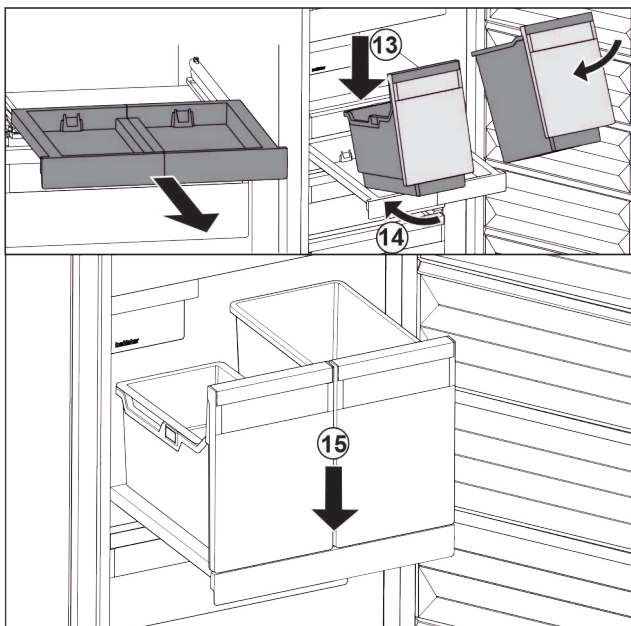

Fig. 24
- Встановити резервуар на витяжну панель навкоси. Fig. 24 (13)
- Насунути резервуар навкоси до зад. Fig. 24 (14)
- Резервуар опустити спереду. Fig. 24 (15)